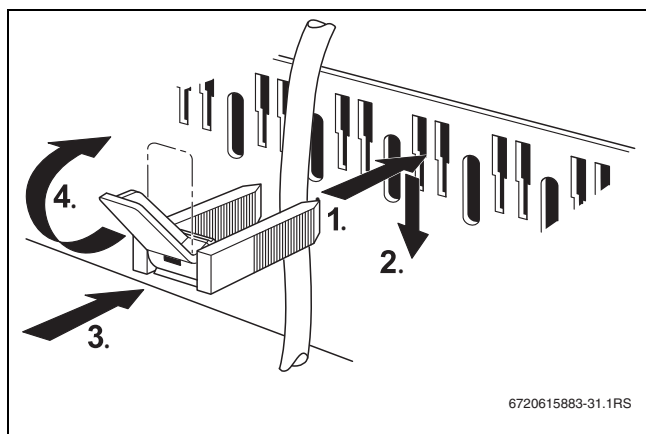

Bild 31 Kabel mit Kabelschelle sichern
- Kabelschelle mit eingelegter Leitung von oben in die Schlitz der Schellenrahmens einsetzen (→ Bild 31, Seite 32).